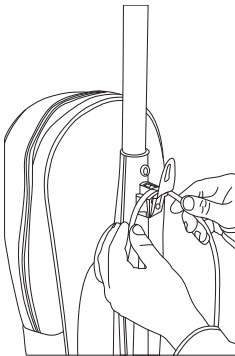

Fig. 5
2. Placez le cordon entre le crochet du cordon et le tube d'aspiration (Fig. 5). Resserrer la vis.